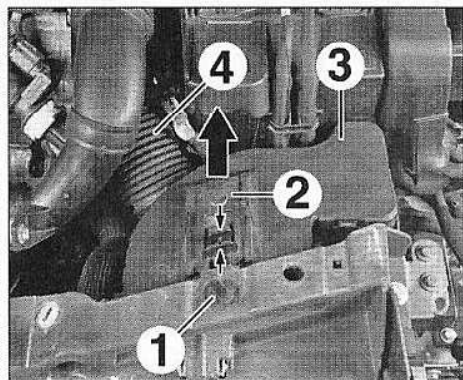

FIG.108
- Déposer l'agrafe (1) (Fig.108).
- Pincer les deux pattes du verrou (2) et le pousser vers l'habitacle.
- Déposer le résonateur d'air (3) avec le conduit d'air (4).